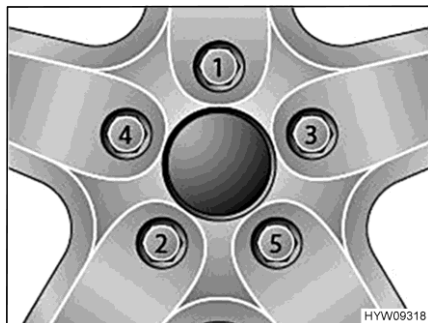

Fig. 142 Serraggio a croce di dadi delle ruote e bulloni delle ruote
- Serrare i dadi delle ruote o i bulloni delle ruote nell'ordine riportato in Fig. 142. A tale scopo, utilizzare una chiave dinamometrica e rispettare la coppia di serraggio indicata (vedi paragrafo 14.5).
- Controllare regolarmente il serraggio dei dadi o dei bulloni. Regolare il serraggio dei dadi delle ruote o dei bulloni delle ruote di una ruota sostituita dopo circa 50 km. A tale scopo, procedere seguendo l'ordine indicato in Fig. 142.
- Se si utilizzano cerchioni nuovi o riverniciati, regolare il serraggio dei bulloni o dei dadi dopo altri 1000 - 5000 km. A tale scopo, procedere seguendo l'ordine indicato in Fig. 142.